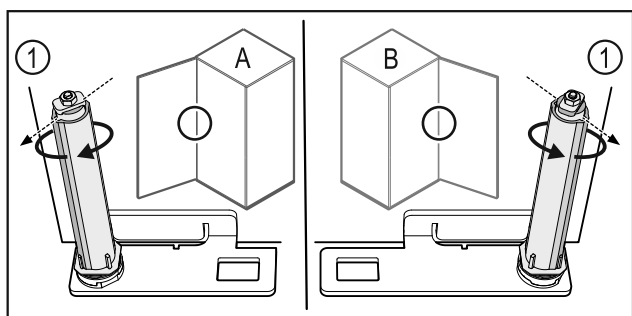

Fig. 61 Vänsterhängd (A)/högerhängd (B)
- ▶ Vrid låssystemet mot motståndet, tills låssystemets klack Fig. 61 (1) är vänd utåt.